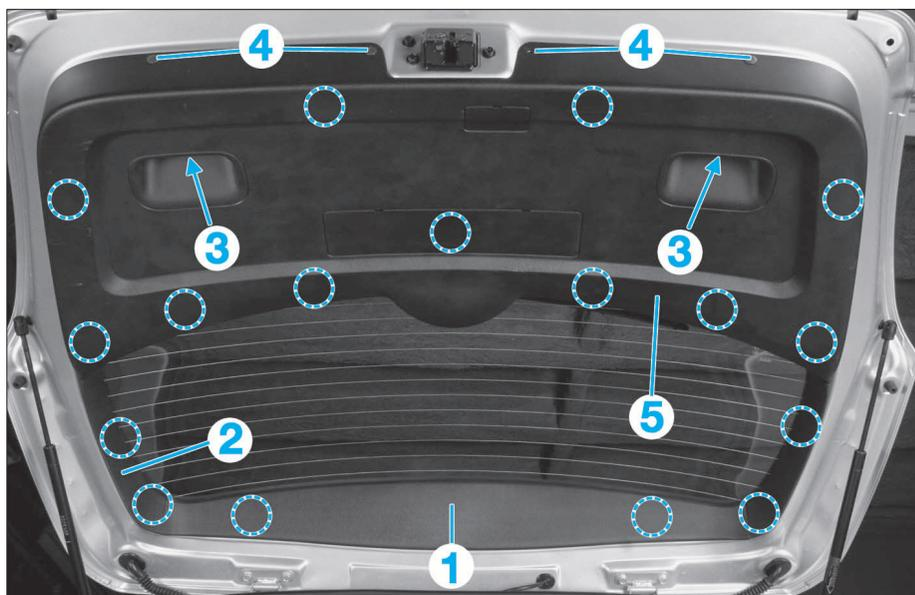

FIG. 50
- Dégrafer les garnitures supérieur (1) et latérales (2) (fig. 50).
- Déposer les 2 vis (3).
- Dégrafer la garniture supérieur (1) (fig. 50).